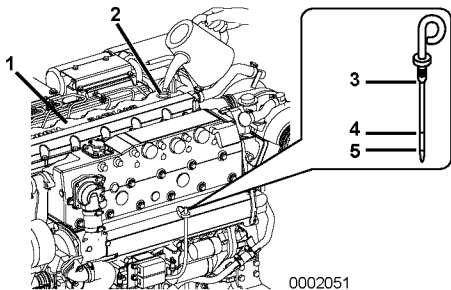

Figura 4
- 2. Extraiga la varilla de nivel de aceite (**Figura 4, (3)**) y límpiela con un trapo limpio.
- 4. Extraiga la varilla de nivel de aceite. El nivel del aceite debe estar entre las líneas superior (**Figura 4, (4)**) e inferior (**Figura 4, (5)**) de la varilla de nivel de aceite.
- 1. AVISO: Evite que el polvo y los residuos contaminen el aceite del motor. Limpie cuidadosamente la varilla de nivel de aceite, el tapón de la boca de llenado y la zona próxima, antes de retirar el tapón. Retire el tapón amarillo de la boca de llenado de aceite (**Figura 4, (2)**) que se encuentra en la parte superior de la tapa de balancines (**Figura 4, (1)**) y rellene con aceite de motor.
- 2. Llene con aceite de motor hasta el límite superior (**Figura 4, (4)**) de la varilla de nivel de aceite (**Figura 4, (3)**). Inserte totalmente la varilla de nivel de aceite para comprobar el nivel. AVISO: No llene NUNCA en exceso el motor con aceite de motor.
- "Total" es la cantidad total cuando se llega al límite superior (**Figura 4, (4)**) de la varilla de nivel de aceite.
- "Efectiva" es la diferencia entre la cantidad de aceite en el límite superior y la cantidad en el límite inferior (**Figura 4, (5)**).
- 3. Apriete el tapón de la boca de llenado (**Figura 4, (2)**) con la mano.